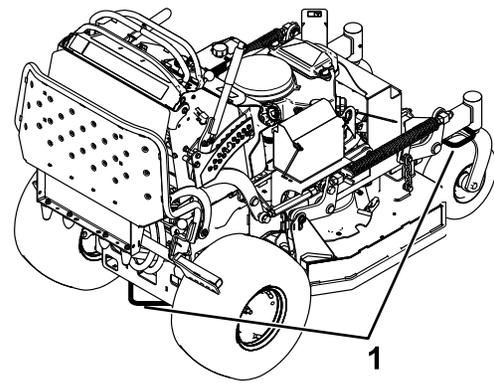

Bild 26
7. Vergurten Sie die Maschine in der Nähe der vorderen Laufräder und der hinteren Stoßstange mit Riemen, Ketten, Kabeln oder Seilen (Bild 26). Ziehen Sie in Bezug auf Anforderungen für Befestigungen geltende Vorschriften zurate.